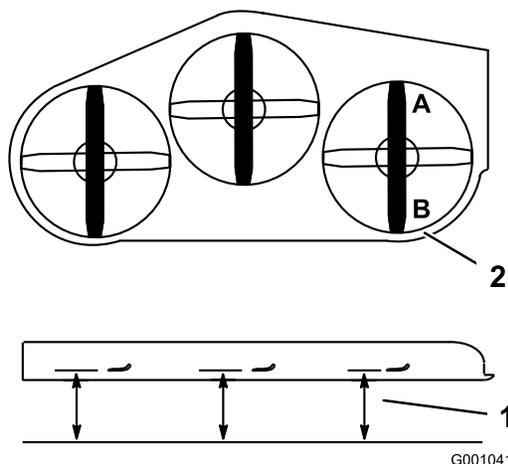

Figura 82
1. Disponete la lama destra in posizione longitudinale rispetto alla macchina (Figura 82).
2. Misurate la lama destra al punto **A** da una superficie piana fino al tagliente della punta della lama (Figura 82).
4. Misurate la lama destra al punto **B** da una superficie piana fino al tagliente della punta della lama (Figura 82).
6. La lama del tosaerba deve essere da 6 a 10 mm più bassa al punto **A** rispetto al punto **B** (Figura 82). In caso contrario eseguite la seguente operazione.